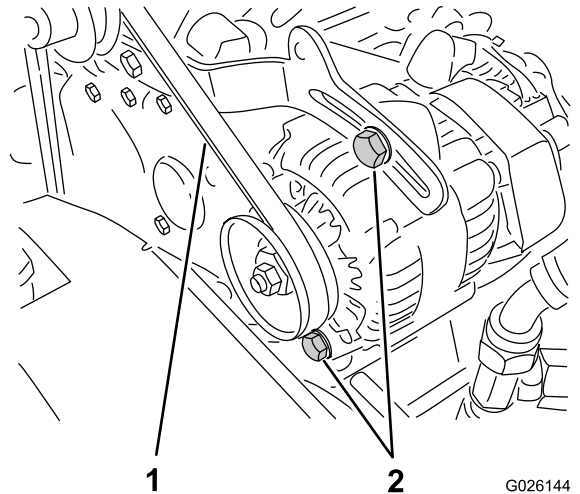

图 62
2. 使用 10kg 的力按压曲轴箱与交流发电机皮带轮之间的皮带中间位置检查皮带的张紧力图 62。
A. 拧松 2 个交流发电机安装螺栓图 62。
B. 使用撬棍转动交流发电机直至达到适当的皮带张紧力然后拧紧安装螺栓图 62。